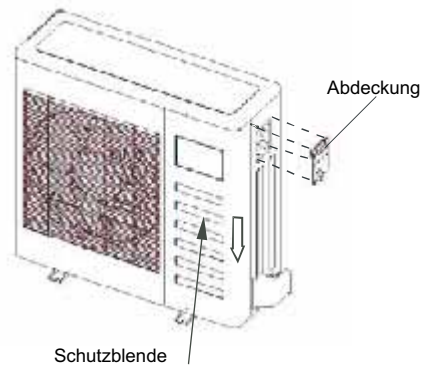

Abb. 8-1
- Öffnen Sie die Verschraubungen der Abdeckung. (Falls das Außengerät über keine Abdeckung verfügt, ist die Wartungsblende abzuschrauben und in Pfeilrichtung abzunehmen.) (s. Abb. 8-1)